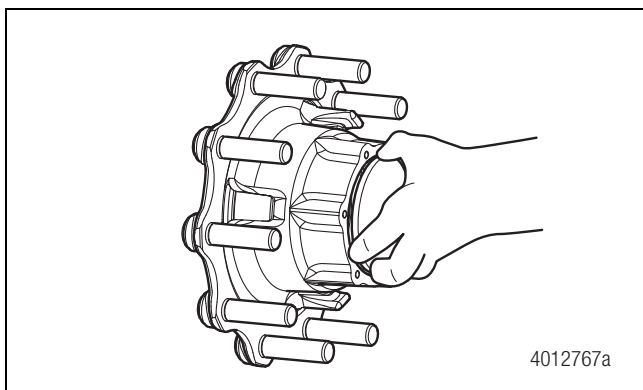

Figura 5.12
6. Instale el cono de cojinete exterior; después apriete la tuerca de ajuste hasta que quede ajustada contra el cono de cojinete exterior. Retire el apoyo de la maza de modo que la misma descansa sobre los cojinetes. Figura 5.12.